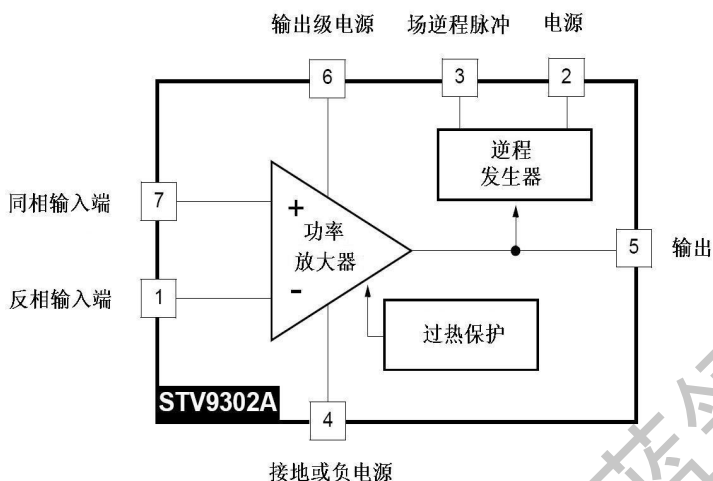

图 5.10 STV9302A 内部原理方框图
STV9302 是世界十大半导体公司之一的意法半导体公司的产品，其内部框图和引脚功能见图 5.10。其典型的使用参数为，②脚电源电压额定值为 35V，最高可达 40V，输出峰值电流 2Ap-p，逆程峰值电压为 70Vp-p。该集成电路可用于电视机或电脑显示器。用于彩显时，其④脚可接负电源而采用 OCL 场输出电路。